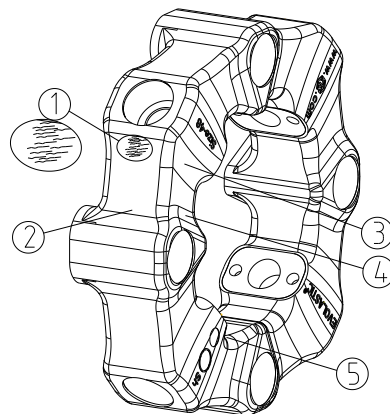

Bild 35: Sichtprüfung
- Das Elastomerteil an den in Bild 35 mit ①, ②, ③, ④ und ⑤ gekennzeichneten Bereichen auf Falten oder Risse prüfen. Eine Faltenbildung ist unproblematisch, kann aber je nach Anwendung langfristig zu Rissen führen. Sollten die Risse in den gekennzeichneten Bereichen die Grenze gemäß Tabelle 17 und mehr erreichen, muss das Elastomerteil ausgetauscht werden.